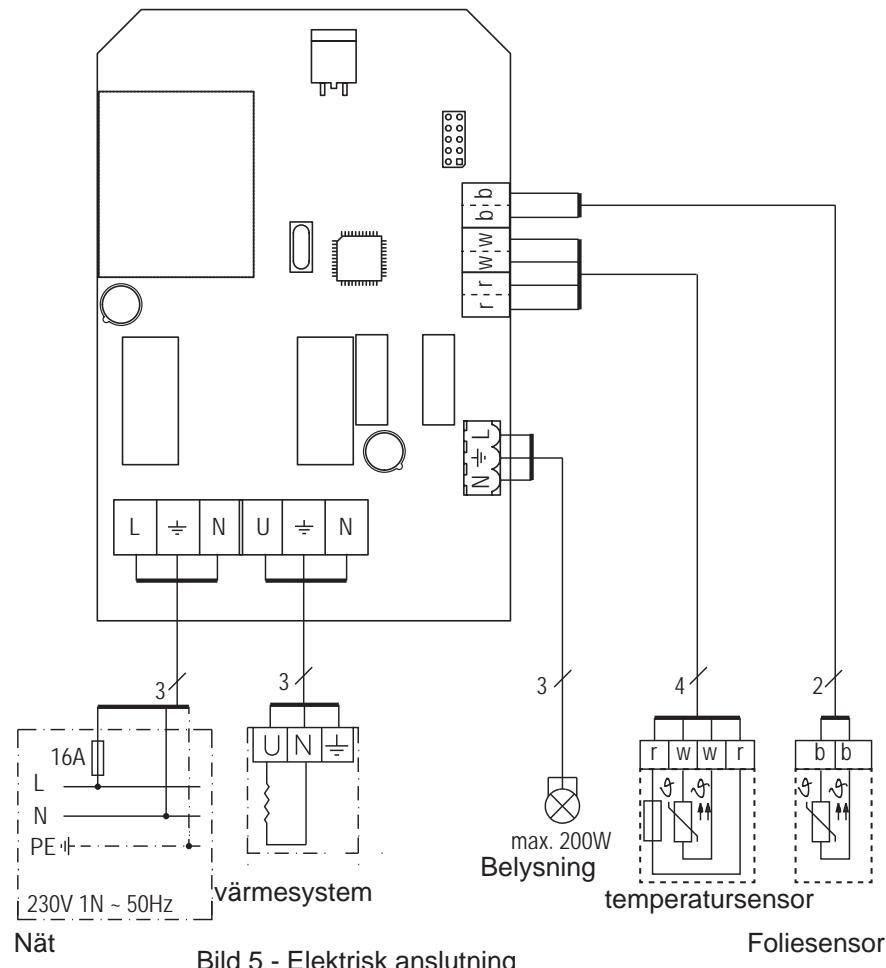

Bild 5 - Elektrisk anslutning
- Anslut kablarna till styrningen enl. bild 5.